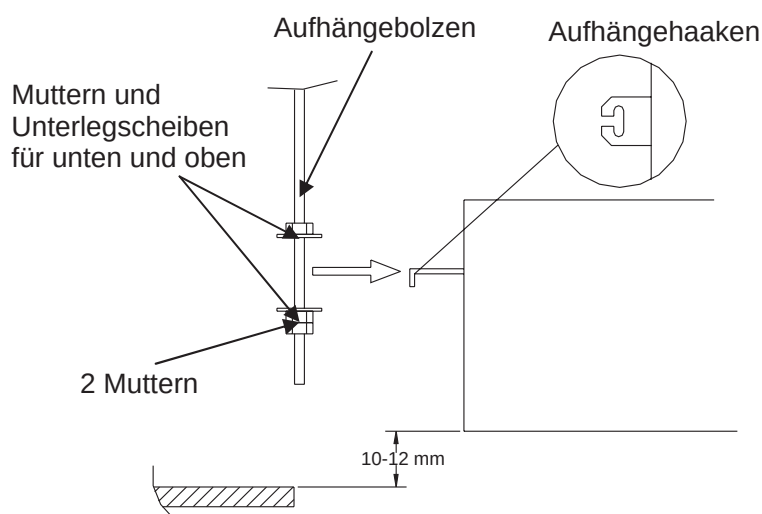

Abb.9
4. Um zu verhindern, dass ein Bolzen lose sitzt, empfiehlt es sich 3 Sechskantmutter (vor Ort vorbereitet) und 2 Unterlegscheiben (Zubehör) für jeden Aufhängebolzen zu benutzen. Bitte beachten Sie, dass auf der unteren Seite 2 Muttern benutzt werden (Abb. 9).
5. Zwischen dem Gerät und dem Deckenboden sollte ein Abstand von 10~12mm freigehalten werden. Ziehen Sie alle Muttern an den Aufhängebolzen an (Abb. 9).